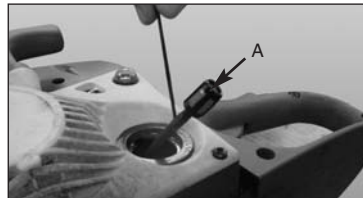

Abb. 19
- Heben Sie den Filter (A) aus dem Tank heraus (Abb. 19).